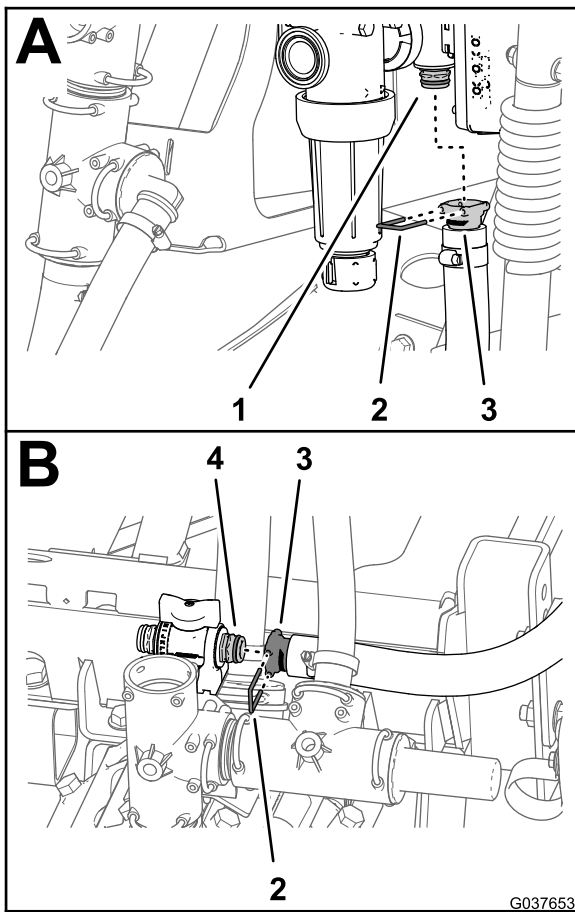

図 54
- 給液ホースのバンプ付きストレートフィッティング1 x 33-1/2 インチを、攪拌スロットルバルブのクイックカップリングに組み付けるホースに付属しているリテーナを使用する 図 54。
3. 攪拌給液ホースのバープ付きストレートフィッティングを、攪拌スロットルバルブのクイックカップリングに組み付けるホースに付属しているリテーナを使用する 図 54。